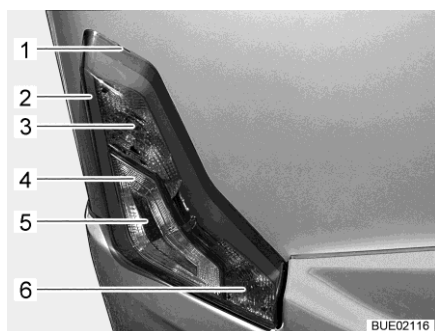

Bild 296 Belysning bak
- Sätt i ett platt verktyg i skåran (Bild 296,1) och lyft av huset försiktigt.